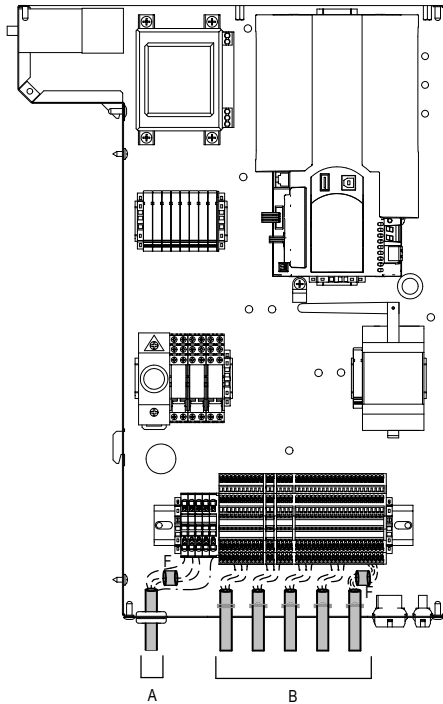

Figure 8.1 : tableau électrique dimensions 07V, 09V, 11V et 15V
Les figures ci-dessus (figures 8.1, 8.2, 8.3 et 8.4) montrent un exemple d'installation d'un noyau de ferrite sur le câble d'alimentation (A) et les câbles de commande à distance (B).